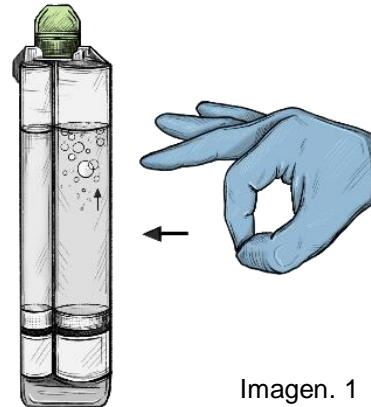

Imagen. 1
1. Retire la jeringa con el pegamento, el émbolo y las puntas aplicadoras del envase. Sostenga la punta de la jeringa en posición vertical y golpee ligeramente las cámaras de la jeringa varias veces para que las burbujas de aire de las soluciones suban a la parte superior de la jeringa (fig. 1).